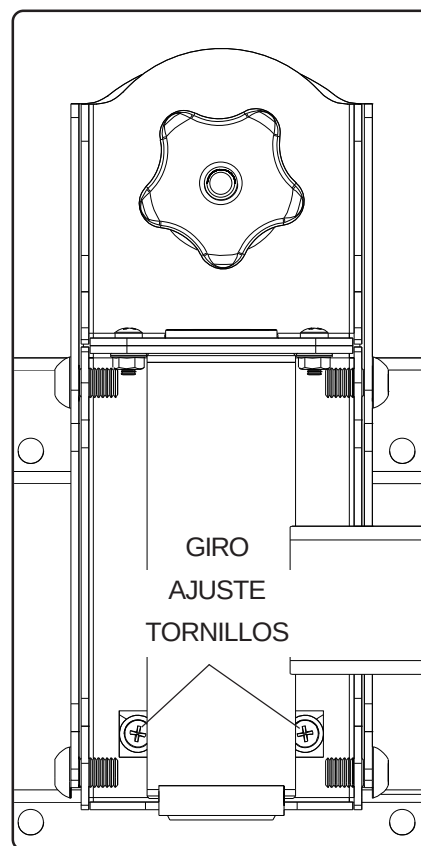

fig. 9.1
- 9-1 Si se hace difícil girar la pantalla de plasma, afloje los tornillos que se muestran en la ilustración 9.1 usando un destornillador phillips.